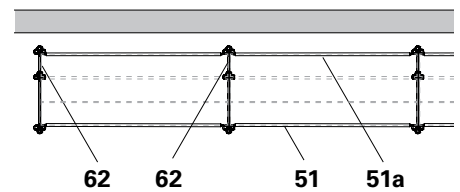

Abb. D1.03a
Zur Montage eines Innengeländers (51a) sind anstelle der Auflagen UC 33 (61) Konsolen ECM (62) mit Geländerpfosten zu montieren. (Abb. D1.03a)